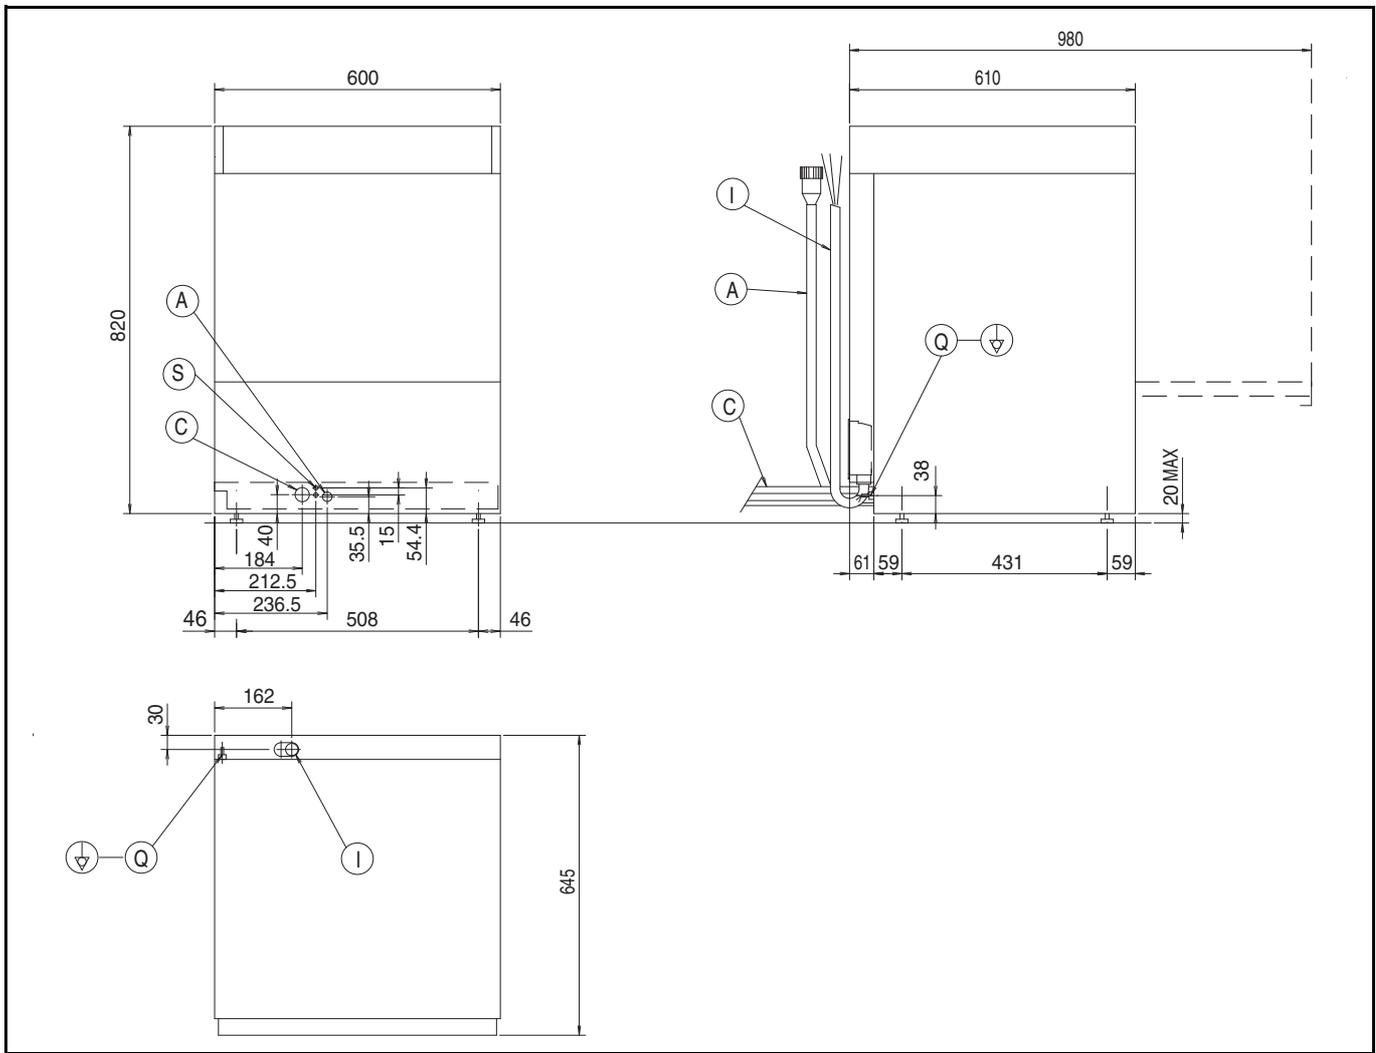
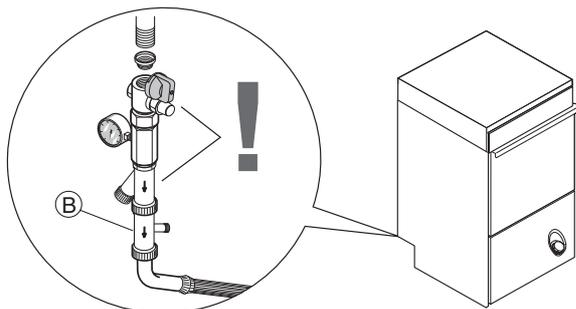

Figura 4
Figura 6
Legenda Figura 4
- Collegare il tubo alimentazione acqua "A" (Figura 4) dell'apparecchiatura alla rete idrica, interponendo un rubinetto, il filtro in dotazione ed un manometro (Figura 6).
- Nei modelli con addolcitore incorporato collegare la doppia valvola di non-ritorno "B" (Figura 6) in dotazione e il tubo di alimentazione della macchina.
collegare il tubo di scarico acqua "C" (Figura 4) alla condotta di scarico interponendo un sifone, oppure posizionare il tubo sopra un pozzetto a piletta sifoide ricavato nel pavimento.
- Collegare il conduttore di terra del cavo di alimentazione ad una efficiente presa di terra. L'apparecchiatura deve inoltre essere inclusa in un sistema equipotenziale, il cui collegamento viene effettuato mediante la vite "Q" (Figura 4) contrassegnata dal simbolo "⚡". Il conduttore equipotenziale deve avere una sezione di 10 mm².